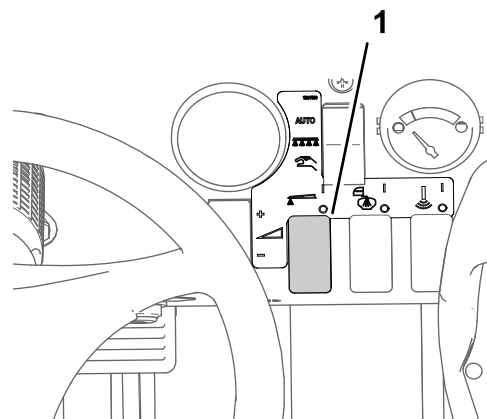

Figura 35
- Utilice el interruptor de caudal para obtener la presión de fumigación deseada, según lo indicado en la Guía de selección de boquillas proporcionada con el fumigador (Figura 35).